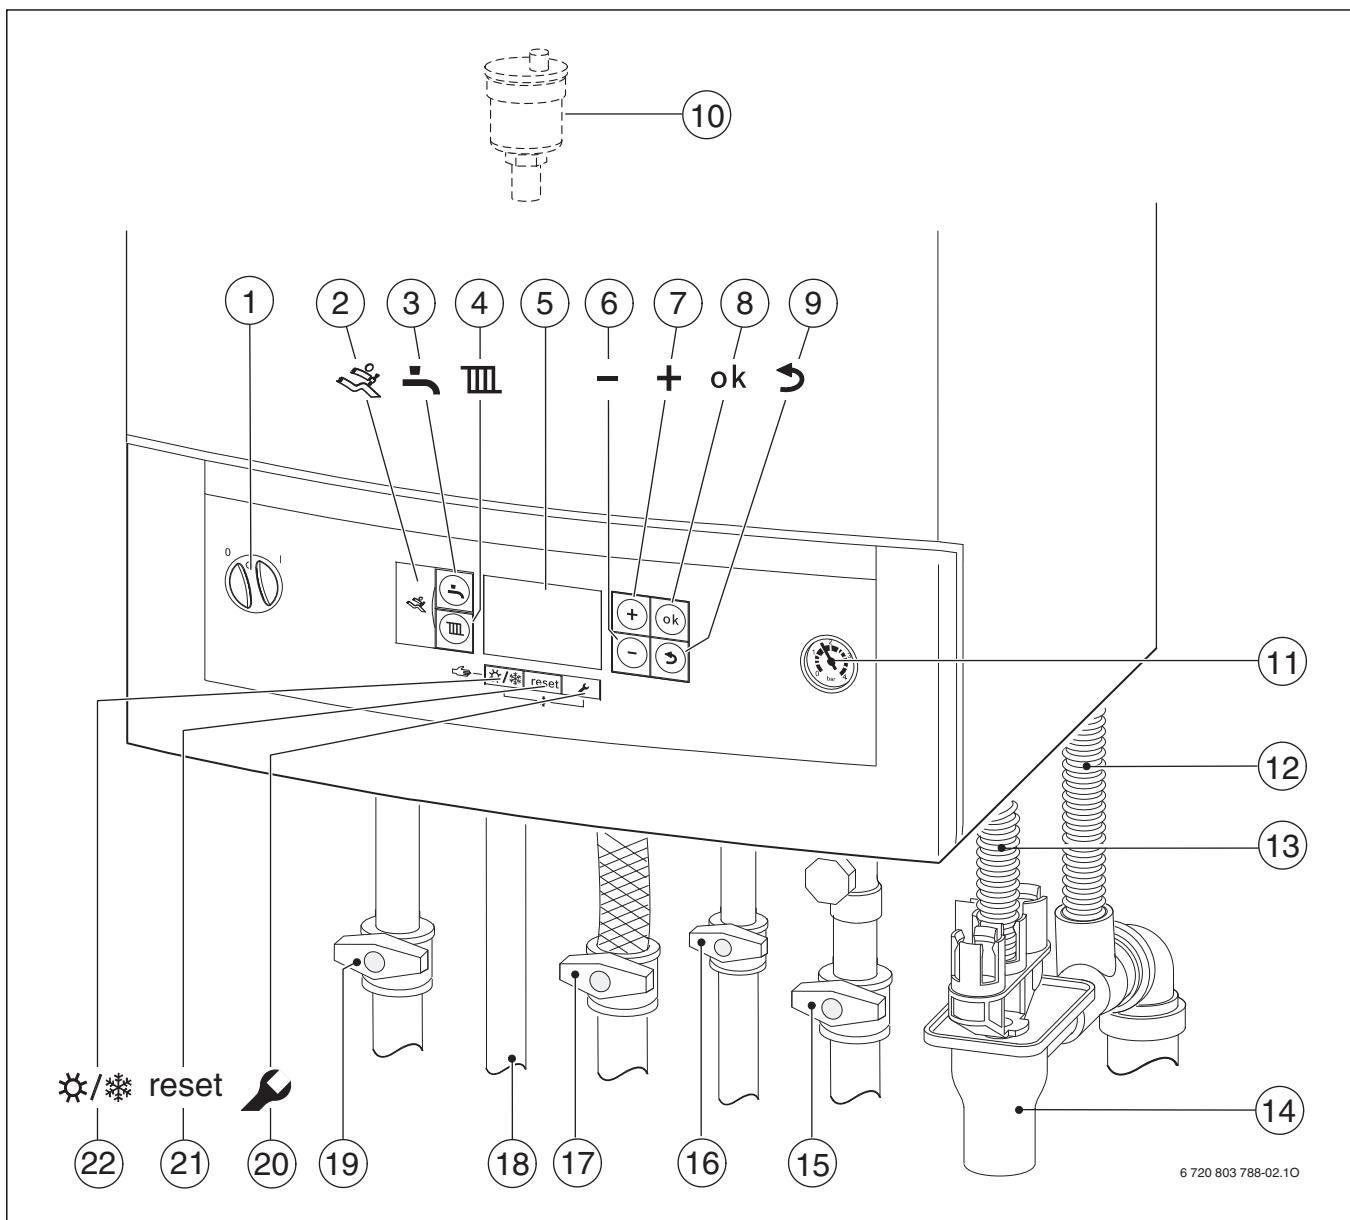

Рис. 18
- ▶ Откройте краны подающей и обратной линий отопления (→ рис. 18, [15] и [19], стр. 21).
- ▶ Для GB072-24K: откройте кран холодной воды (→ рис. 18, [16]).
- ▶ Откройте газовый кран (→ рис. 18, [17]).
- ▶ Откройте и оставьте открытым автоматический воздухоотводчик (→ рис. 18, [10], стр. 21).